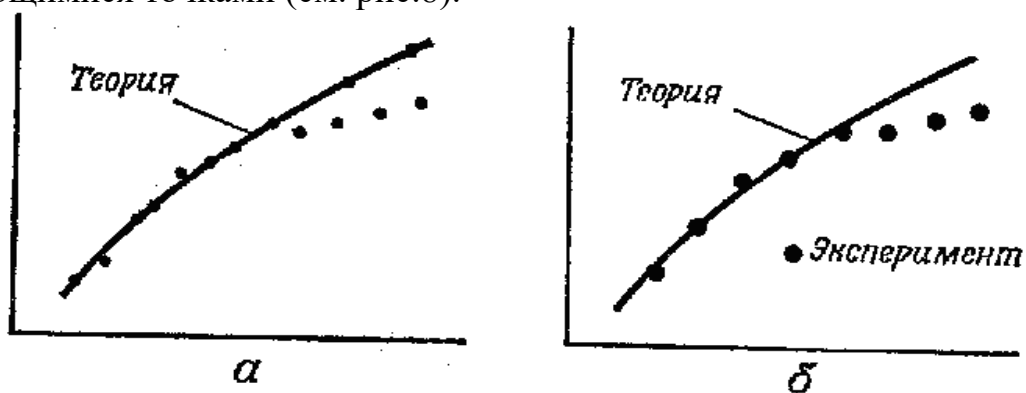

Рис.8.
1. Когда на графике для сравнения с экспериментальными данными проводят теоретическую кривую, то точки, по которым ее проводят, выбирают по своему усмотрению. Наносить их желательно без нажима, лучше всего карандашом, чтобы при необходимости можно было стереть. Экспериментальные же данные следует отмечать жирными, хорошо выделяющимися точками (см. рис.8).